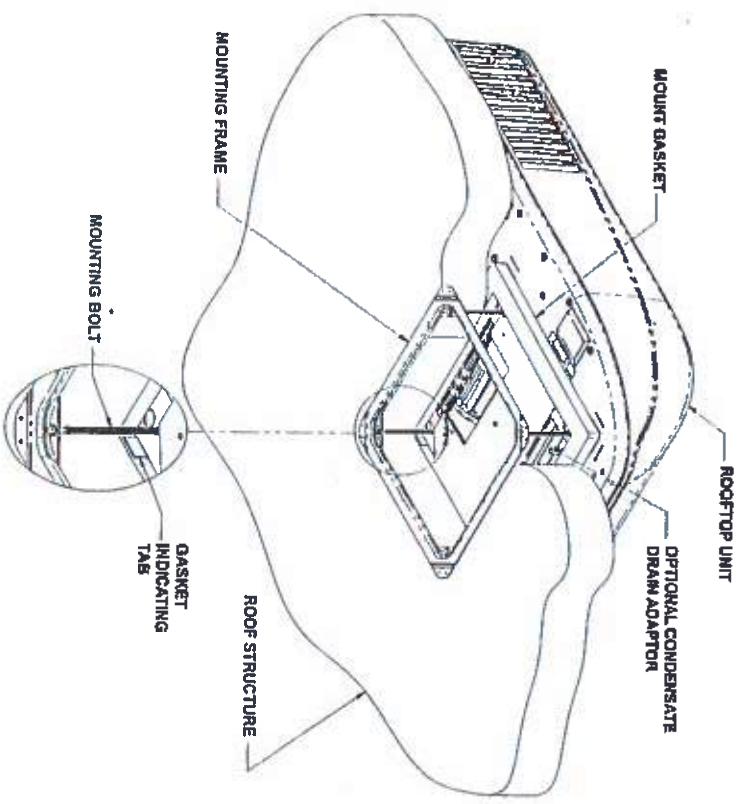

FIGURE 4
installer un boyau à diamètre intérieur de 13 mm (1/2 po) de l'ouverture carrée de 35,56 cm (14 po), à travers le plafond du véhicule et descendant le long de la cloison latérale afin de permettre à l'eau d'être évacuée sous le véhicule. Veillez à ce que le boyau ne forme aucun pli fermé aux endroits où il tourne. Raccordez le haut du boyau d'évacuation au raccord à entailles illustré dans la Figure 4.
E. Fixation du pompe à chaleur au toit - L'ensemble de plafond comprend un cadre de montage. Fixez la pompe à chaleur au toit à l'aide des étapes ci-dessous. Reportez-vous à la Figure 4.
3. La tension appropriée de chaque boulon est atteinte quand toute partie de chaque languette indicatrice du joint vient en contact avec le toit. Voir Figure 4. L'unité supérieure est maintenant correctement installée avec la compression optimale du joint.